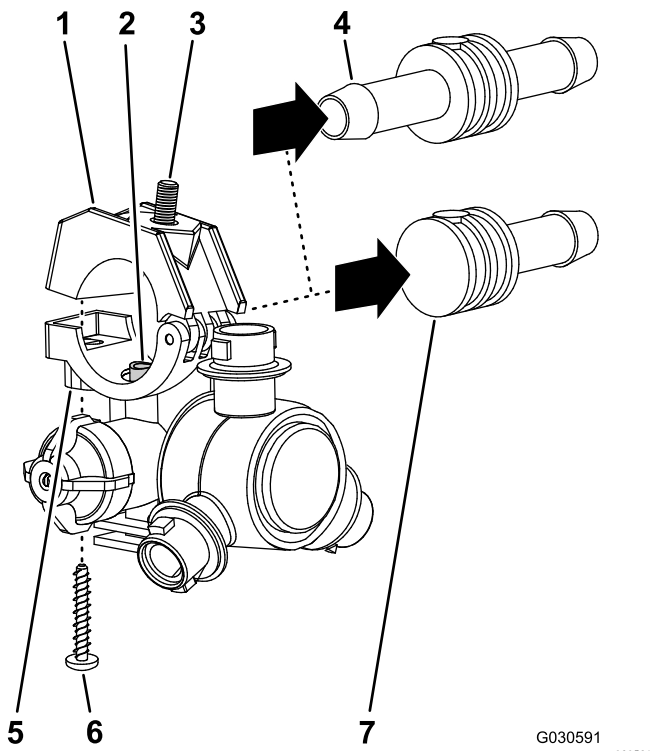

图48
2. 取下将夹具上半部分和双或单宝塔软管柄固定到喷嘴主体的不锈钢螺丝 #12 x 1-1/4 英寸然后将宝塔软管柄和软管与喷嘴分开 图48。